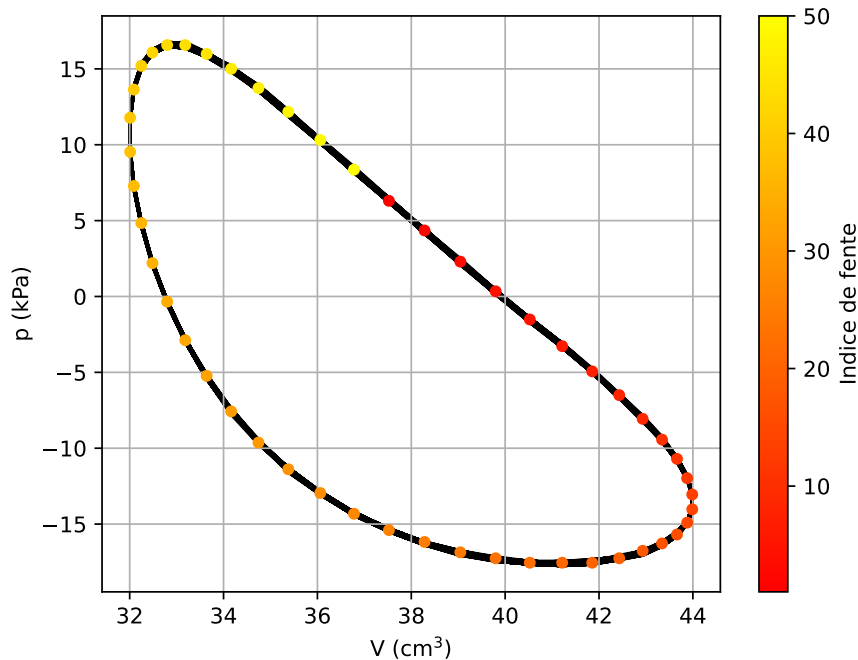

FIGURE 2 – Cycle du moteur de Stirling obtenu après traitement des données du port série de la carte Arduino.
- ▶ L'exploitation des données du port série de la carte Arduino peut se faire avec le code Python également ci-joint. Un exemple de tracé de cycle est donné ci-joint (Fig. 2), tandis qu'un exemple de sortie du code